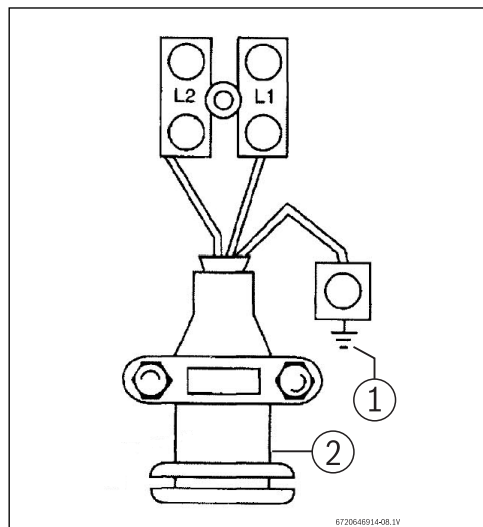

Fig. 4 Cable termination
- ▶ Relier les câbles au bornier et à la borne de masse (Fig. 4) :